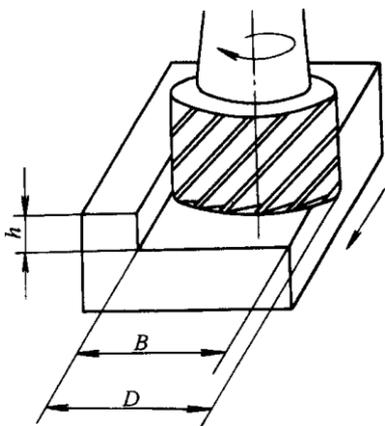

图 C-82 用面铣刀铣台阶
1. 用面铣刀和立铣刀铣台阶宽度较宽，深度较浅的台阶适合用面铣刀加工，见图 C-82，工件可用平口钳装夹或用压板压紧，铣削时，所选用的面铣刀直径应大于台阶宽度。